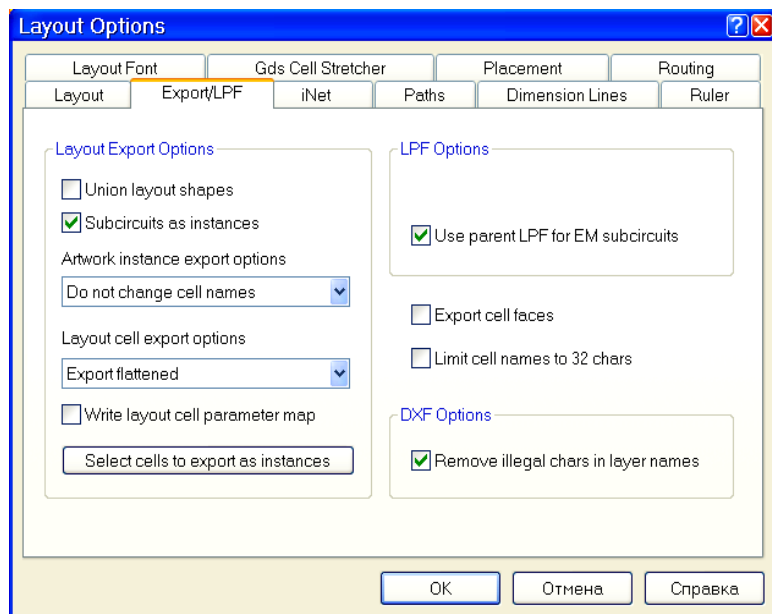

Рис. 6.64
1. Выберите в меню **Options>Layout Options**. Откроется окно опций топологии (рис. 6.64).